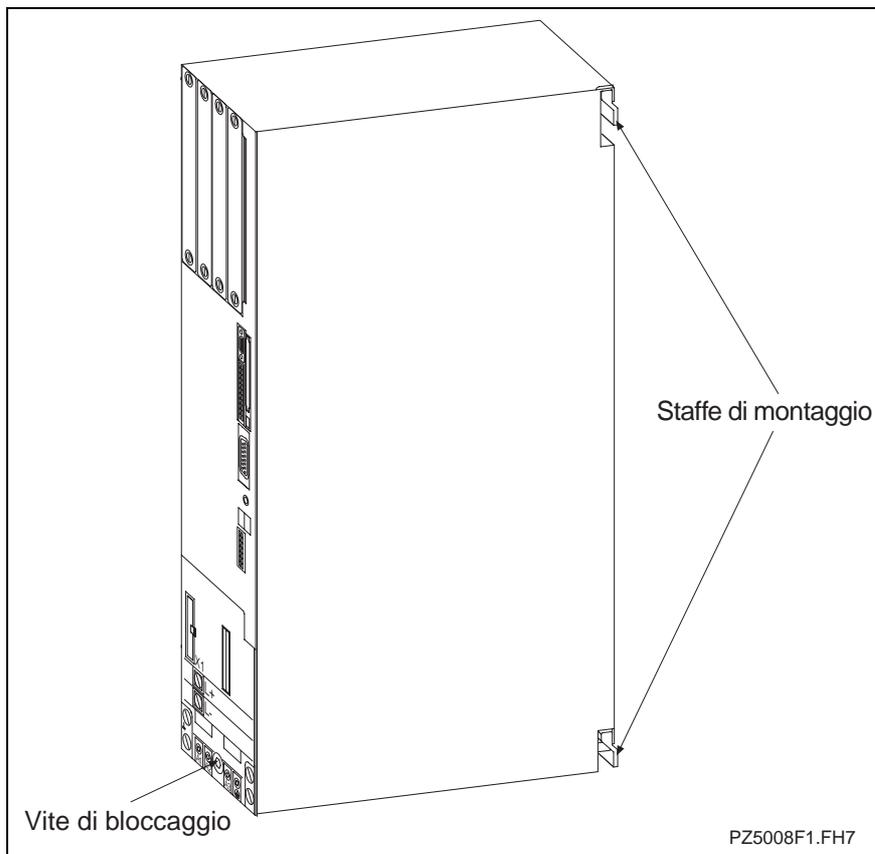

Fig. 8-3: Montaggio del regolatore
3. Serrare la vite di bloccaggio (vedi Fig. 8-3).